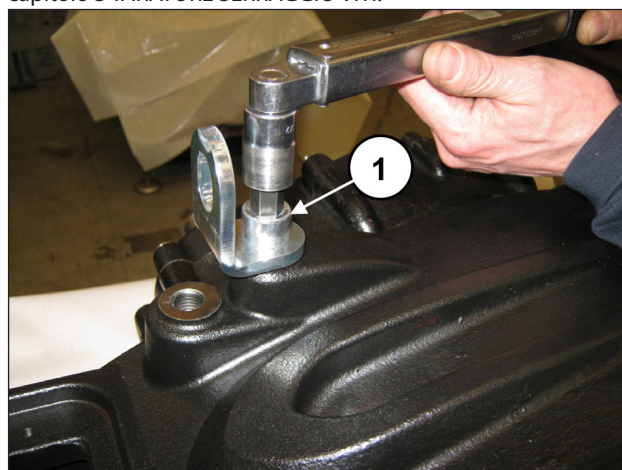

Fig. 93
Applicare i tappi e le staffe di sollevamento mediante le apposite viti M16x30 (pos. ①, Fig. 93).